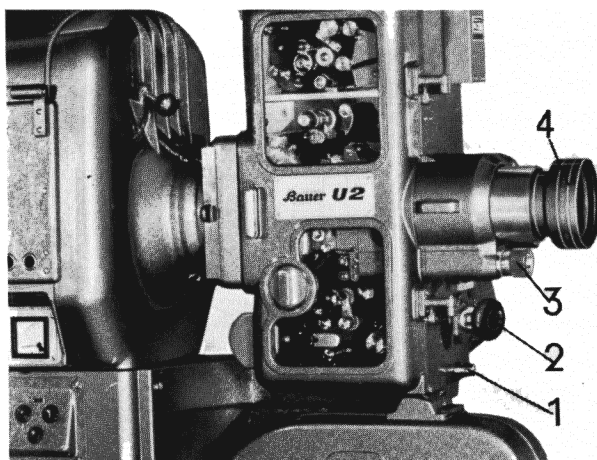
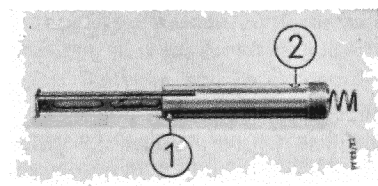

Bild 13
Bild 14 Ölsieb
Der erste Ölwechsel muß bald, d. h. nach etwa 50 Betriebsstunden, stattfinden, denn beim Einlaufen des Getriebes verschmutzt das Öl schneller. Dabei setzt sich das der Ölpumpe vorgelagerte Ölsieb (Abb. 14) mit feinen Niederschlägen zu, was den Ölumlaufl behindert. Der zweite Ölwechsel ist nach weiteren 100 Betriebsstunden fällig, dann wird jeweils nach 200 Betriebsstunden das Öl erneuert.
Von großer Wichtigkeit ist, daß das Öl stets im Anschluß an die Vorstellung, solange es noch warm und dünnflüssig ist, abgelassen wird. Man entfernt hierzu die Ölablaßschraube an der Vorderseite des Werkes (Abb. 13) (nur den vorderen Verschluß heraus-schrauben, nicht den Sechskantstutzen), nimmt das Ölsieb (Abb. 14) heraus und neigt den Projektor, wenn er nicht schon durch die Abwärts-Projektion schräg nach unten steht, so, daß alles Öl abfließt. Es empfiehlt sich, anschließend das Werk mit Spülöl, wie es in jeder Autoreparaturwerkstätte zu erhalten ist, durchzuspülen. Dazu setzt man das Ölsieb und die Ölablaßschraube ein, schaltet den Motor kurz ein, bis sich das Spülöl in der oberen Ölsichtscheibe zeigt. Dieses Öl ist dann wieder vollständig abzulassen und das Sieb zu reinigen. Das Ölsieb muß so eingesetzt werden, daß die rote Marke (0) am Sieb nach oben schaut. Der Fixierstift rastet dann in eine Nute der Ölpumpe ein. Überzeugen Sie sich von der richtigen Einrastung des Fixierstiftes durch tiefes Eindrücken des Ölsiebes. Dann wird wieder so viel Projektorenöl eingefüllt, wie es der Betrieb erfordert. Besonders wichtig ist, daß man niemals neues Öl zum alten gießt. Es muß stets alles alte Öl erneuert werden.